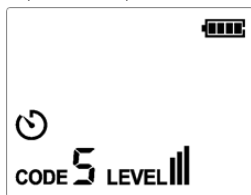

Abbildung 9.1.1a
2. Der Sender ist standardmäßig eingeschaltet (die Übertragung wird nicht vom Sender gestartet). Drücken Sie kurz START/STOP, um die Übertragung zu beenden, wenn sie vom Sender gestartet wird. Drücken Sie CODE, damit blinkt das CODE-Symbol für 0,5 Sekunden, wie in Abbildung 9.1.1a dargestellt.